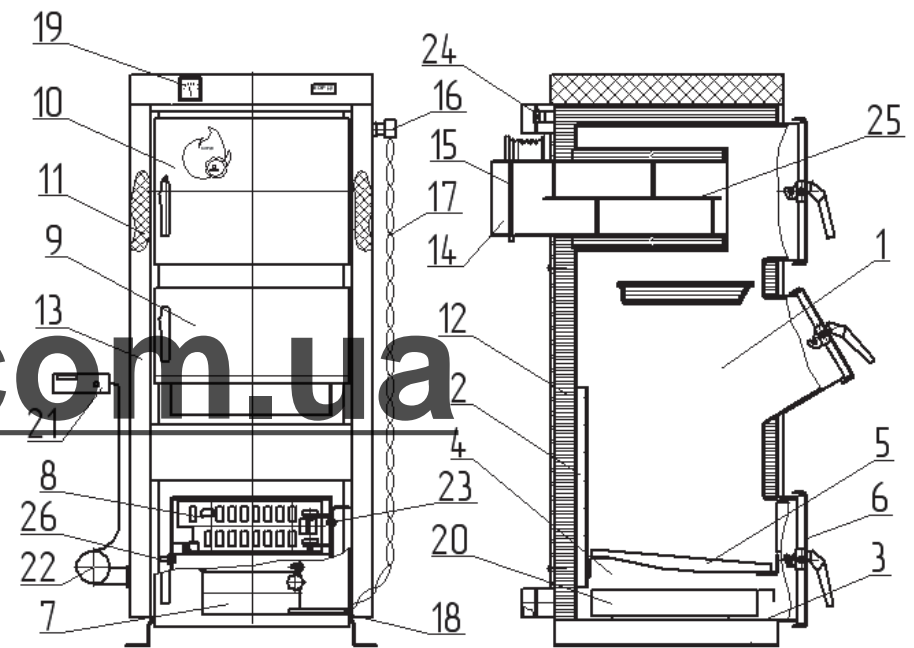

Рис. 1. Апарат опалювальний твердопаливний водогрійний
2.2.2.1.8 Для регулювання тяги в апараті необхідно встановити на повітряну заслінку поз. 7 (рис.1) регулюючий гвинт, який знаходиться в камері завантаження. Для запобігання руйнування корпусу від перевищення тиску, необхідно встановити запобіжний клапан WATTS SVH25 (2,5 бар) – G1/2" (внутрішня різьба) на патрубок, що знаходиться зверху на задній стінці апарата (запобіжний клапан не входить в комплект поставки апарата).
Регулятор закріпіть зовнішньою різьбою 3/4" до штуцера в апараті із внутрішньою різьбою 3/4". Різьбові з'єднання ущільніть (стрічка ФУМ, клоччя і т.п.). Регулятор поверніть так, щоб наконечник для закріплення стержня був направлений вверх. Вставте більший крючок ланцюжка в отвір важеля регулятора. Інший кінець просуньте через державку 18 рис.1,2 на дверцятах 7 рис. 1,2 апарата і вільний кінець закріпіть вільним крічком на висячому ланцюжку. Перевірте чи висить ланцюжок вільно і чи вільно рухається важіль. При установці орієнтуйтеся по червоній шкалі.